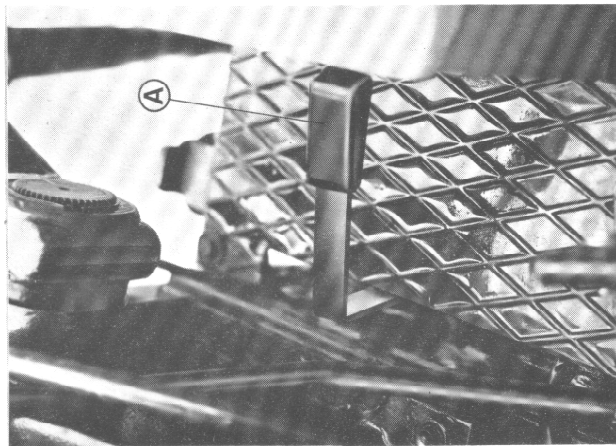

FIG. 7. A: Leva selettiva
la velocità unificata della presa di forza (540 g/min) si ottiene spostando in avanti la leva d'innesto (7 fig. 2). A richiesta la trattrice può essere dotata di un doppio regime unificato di giri della presa di forza (540 e 1000 g/min) selezionabili attraverso la leva A (fig. 7);
b) per ottenere il regime di giri sincronizzati con il cambio di velocità occorre spostare all'indietro la leva 7 fig. 2. In questo caso la presa di forza esegue 14,252 giri per giro ruota (oppure 25,079 giri per giro ruota portando eventualmente la levetta A fig. 7 sulla posizione "1000 g/min").